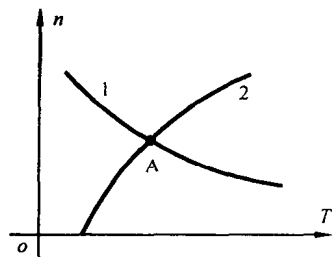

图 14.2.2
5. 如图 14.2.2 所示。曲线 1 和 2 分别为电动机和负载的机械特性。试问：电动机能否在 A 点稳定运行？为什么？